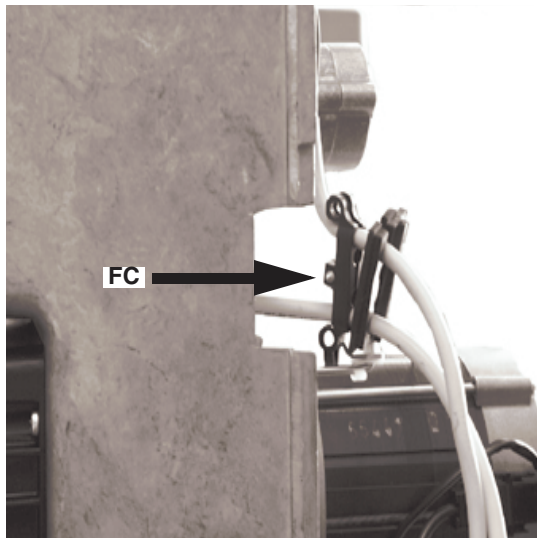

Fig. 18b
- 3 Quite la junta y el grupo sujetador de cable FC de su alojamiento (Fig. 18b).